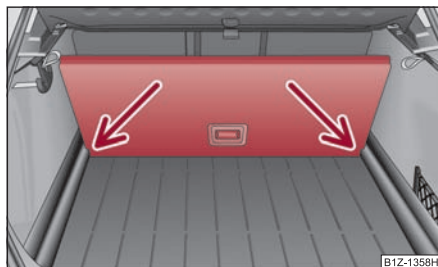

Fig. 103 Maletero: Separación del maletero
- Levantar la parte con fijación tirando de la empuñadura y asegúrelo introduciéndolo en las ranuras ⇒ fig. 103. ■